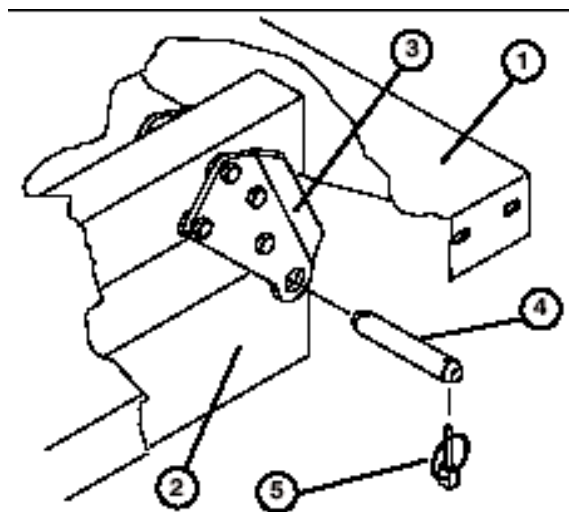

Figure 10
3. En les poussant vers l'intérieur, ôtez les axes de chape fixant les extrémités des tiges de cylindre aux plaques de fixation du plateau (fig. 10).
4. Enlevez les goupilles d'arrêt et les axes de chape qui fixent les supports-pivots aux gorges du châssis (fig. 10).
Remarque : Assurez-vous que les plaques de pivot sont boulonnées au châssis / à la gorge de châssis du plateau de sorte que l'extrémité inférieure s'articule vers l'arrière (fig. 10).
2. Placez avec soin le plateau sur le châssis du véhicule en alignant les alésages de la plaque de pivot arrière du plateau avec ceux présents dans la gorge de châssis arrière, puis installez (2) axes de chape et goupilles d'arrêt (fig. 10).
3. Après avoir abaissé le plateau, fixez chaque extrémité de la tige de cylindre dans les fentes appropriées des plaques de fixation du plateau à l'aide d'un axe de chape et d'une goupille d'arrêt. Insérez l'axe de chape par l'extérieur du plateau, en plaçant la goupille d'arrêt vers l'extérieur (fig. 10). Les fentes arrières sont destinées à l'installation du plateau intégral et les fentes avant au plateau $\frac{3}{4}$.